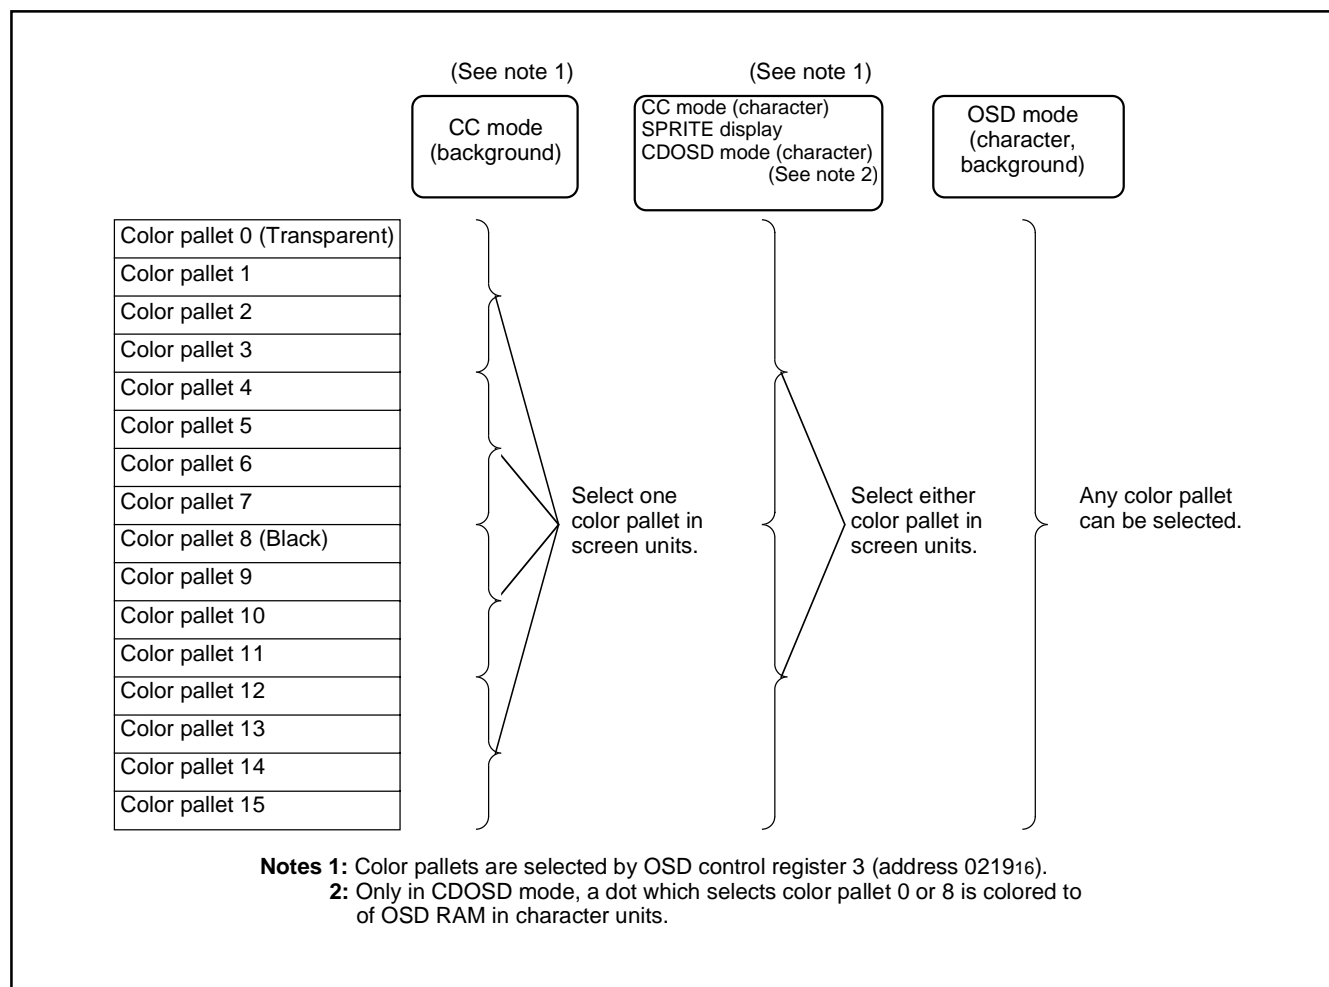

Fig. 8.11.24 Color Code Selection
**5:** Refer to Figure 8.11.24.